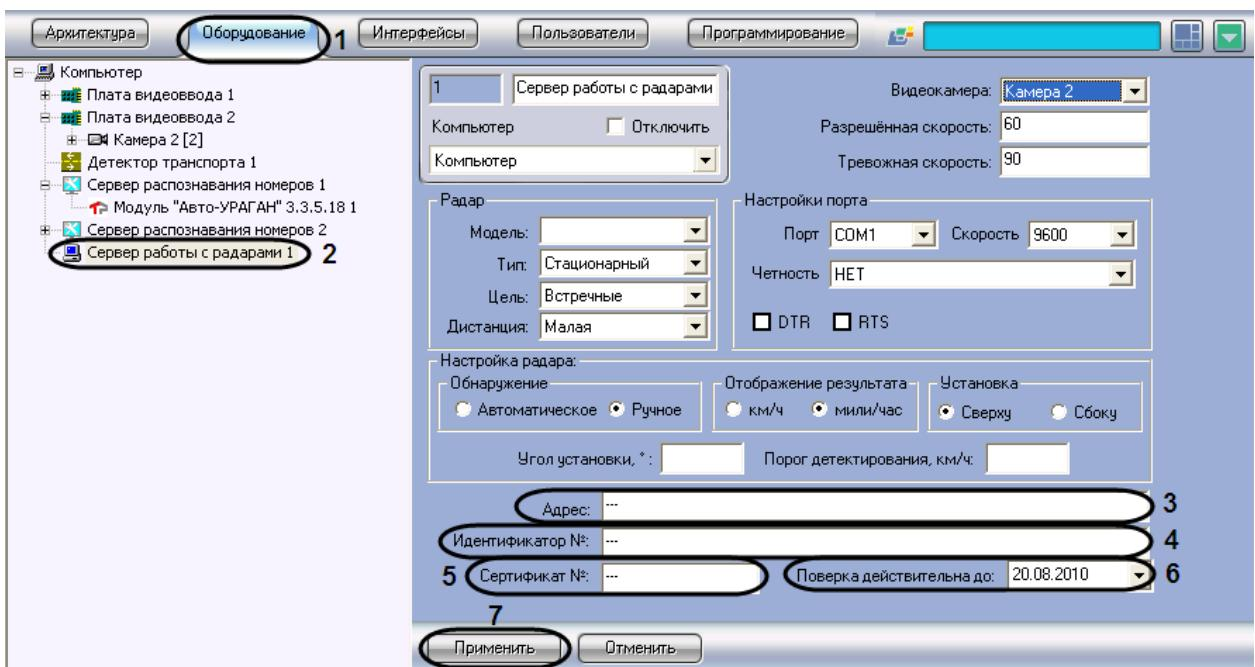

Рис. 7.3—14. Задание сведений об устройстве «Радар» для отображения в отчете о распознанном номере
2. В дереве объектов на вкладке «Оборудование» выбрать объект «Сервер работы с радарами», соответствующий настраиваемому программному модулю «Радар» (см. Рис. 7.3—14, 2). В правой части вкладки «Оборудование» отобразится панель настройки выбранного объекта
3. В поле «Адрес» ввести адрес местонахождения устройства «Радар» (см. Рис. 7.3—14, 3)
4. В поле «Идентификатор №» ввести заводской идентификационный номер устройства «Радар» (см. Рис. 7.3—14, 4)
5. В поле «Сертификат №» ввести номер соответствующего устройству «Радар» сертификата (см. Рис. 7.3—14, 5)
6. Из раскрывающегося списка «Проверка действительна до» выбрать дату, до достижения которой действительна метрологическая поверка устройства «Радар» (см. Рис. 7.3—14, 6)